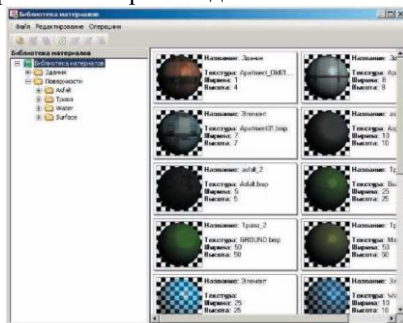

Рис.24. Библиотека материалов
- нажмите на появившуюся кнопку  I, расположенную в правой части строки. При этом откроется диалоговое окно (рис. 24):